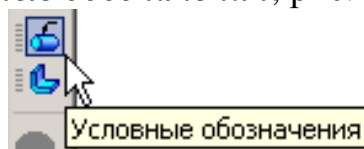

Рис. 97
2. Выполните обозначение резьбы. Для этого нажмите кнопку переключения **Условные обозначения**, рис. 97, и **Обозначение резьбы** .